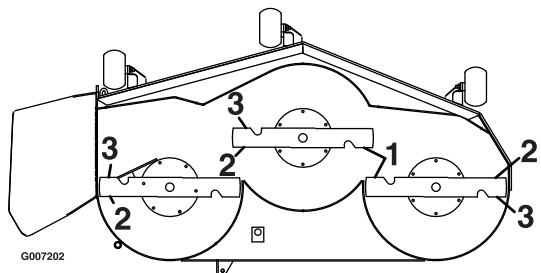

Figura 70
4. Meça entre as extremidades de corte exteriores e a superfície plana (Figura 70). Se ambas as medições não se encontrarem dentro do intervalo de 5 mm, é necessário um ajuste, continue com o procedimento de nivelamento.